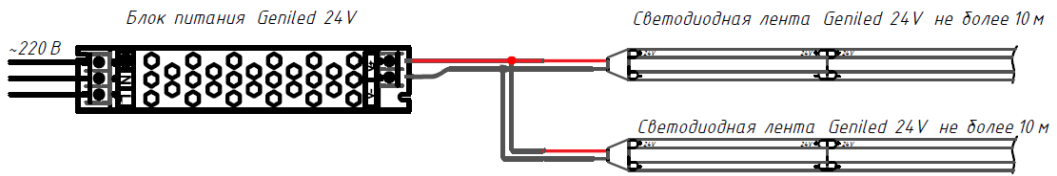
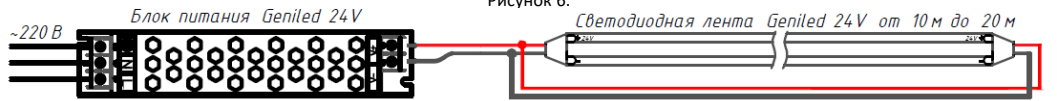

Рисунок 6.
Рисунок 7. Варианты подключения.
- 5.6. Если необходимо подключить более 10 метров ленты, то необходимо выполнить параллельное подключение дополнительной ленты к блоку питания (см. рисунок 6). Либо подключите ленту с двух сторон к блоку питания («кольцевание») (см. Рисунок 7).